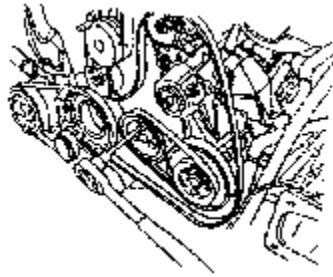

图 2-14 拆卸水泵多楔带
(14) 拆下水泵带轮，取下水泵多楔带，如图 2-14 所示。随后取下动力转向泵带轮，把动力转向泵从支架拆下，但不拆与动力转向泵相连的管路。拆下空调压缩机但不拆卸与其相连的管路。然后拆下排气歧管与前排气歧管之间的连接螺栓，取下前排气管。拆下起动机，松开发动机悬置固定螺栓。